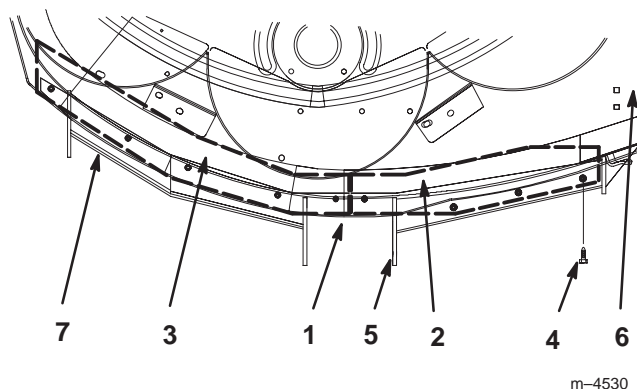

Figure 17
Remarque : Les trous utilisés pour installer les déflecteurs de décharge sont déjà percés (Fig. 17).
- Montez les déflecteurs comme indiqué à la Figure 17.
Remarque : Les bords des déflecteurs doivent être centrés entre les supports des galets avant (Fig. 17).
- Mettez les vis en place et serrez-les fermement (Fig. 17).